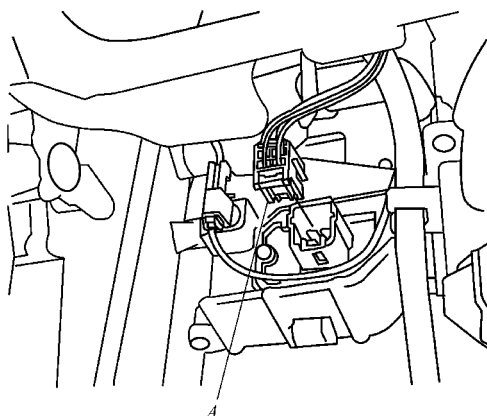

图 10-25 断开鼓风机电阻器插接器
1) 如图 10-25 所示, 将鼓风机电阻器的 4 针插接器 A 从鼓风机电阻上断开。